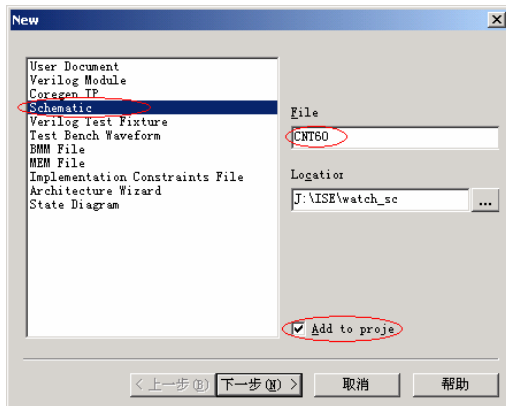

图9-3 新建原理图“cnt60”
- (1) 单击新建资源快捷按钮 ，弹出新建资源对话框，选择新建资源类型为原理图（Schematic）类型，新建文件名为“cnt60”，并且直接添加到工程中去，如图 9-3 所示。